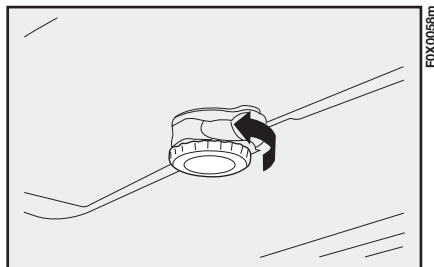
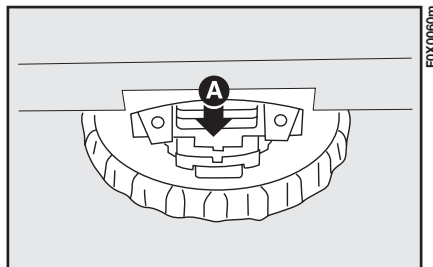

fig. 78
fig. 79
Ruotare la ghiera della fig. 78 nel senso indicato, in modo che possa permettere l'apertura del tetto apribile nella posizione desiderata.
- rilasciare il fermo di colore rosso fig. 79, esercitando una leggera pressione sullo stesso secondo quanto indicato (tale operazione dovrà essere eseguita utilizzando l'estremità del cacciavite presente nella borsa degli attrezzi, posta sotto il sedile del passeggero);
Per rimontare il vetro del tetto apribile, invertire l'ordine della procedura di rimozione ed avendo cura di verificare il corretto inserimento sia nella sede anteriore sia nel fermo fig. 79. Esercitare una leggera pressione sulla parte posteriore del vetro, fino ad avvertire lo scatto di bloccaggio; successivamente ruotare 2 volte la ghiera fig. 78 (in senso contrario a quello di apertura del vetro).